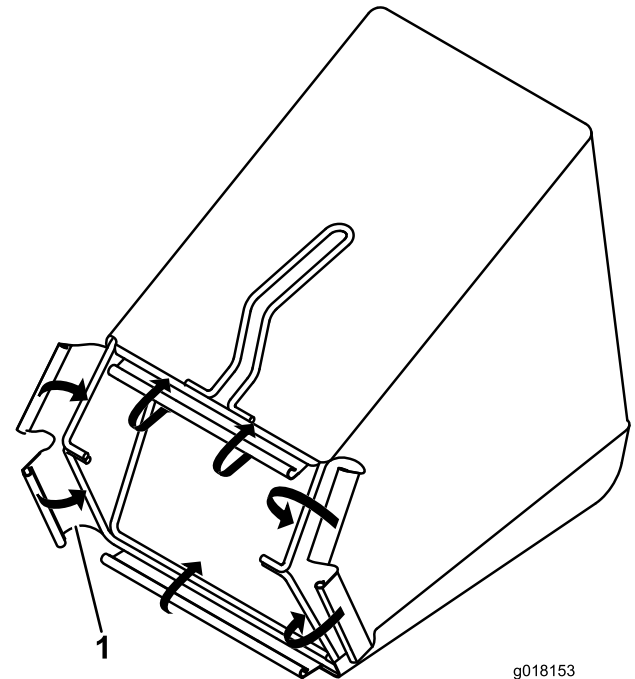

Bild 5
2. Befestigen Sie die Kunststoffclips am Fangkorbrahmen (Bild 5).